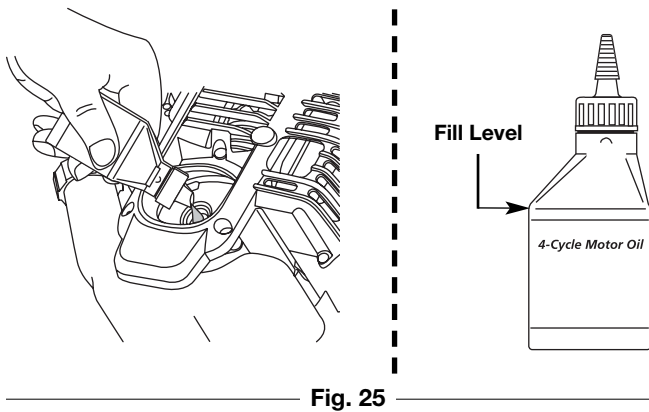

Fig. 25
**REMARQUE :** Mesurez la quantité nécessaire à l'aide de la bouteille et de la buse utilisées lors de la mise en service. 90 ml (3,04 oz) correspond environ au haut de l'étiquette de la bouteille (Fig. 25). Vérifiez le niveau d'huile avec la jauge. S'il est trop bas, ajoutez un peu d'huile par l'orifice et revérifiez (Fig. 25). Ne remplissez pas trop.